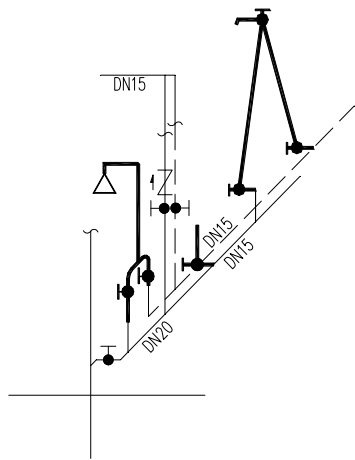

图 14-25 管径标注
**06** 管径标注。在命令行中输入 GJBZ 命令按回车键，在弹出的【管径】对话框中单击“自动读取”按钮；在绘图区中点取待标注的管线，绘制管径标注的结果如图 14-25 所示。